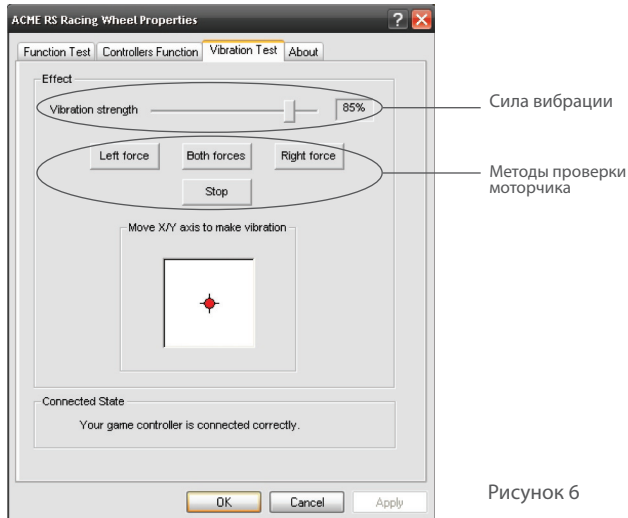

Рисунок 6
- Силу вибрации можно настроить, используя указанные ниже степени вибрации (см. рисунок 6 «Сила вибрации»).
- Методы проверки моторчика (см. рисунок 6)